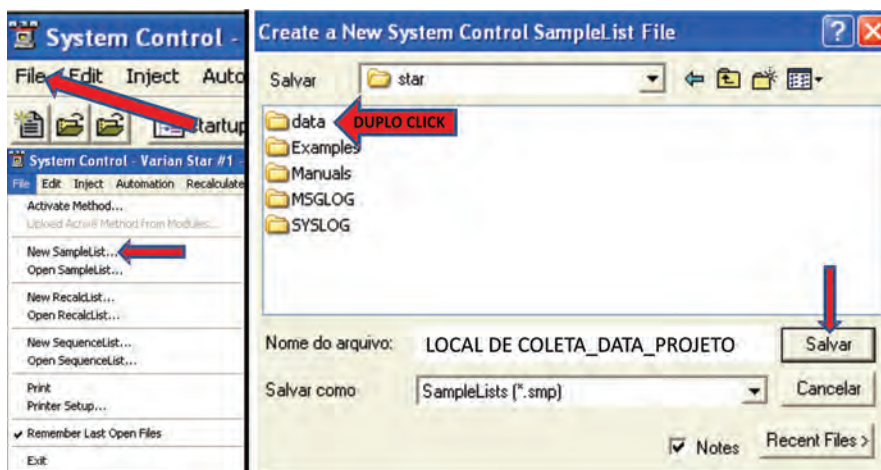

Figura 12. Comandos para criação da planilha de amostras a serem analisadas.
- **Criar planilha e pasta de amostras a serem analisadas:** *System Control File* → *Activate Method* → *New Samplelist* → *Create A New System Control Samplelist File* → *Star* → Abrir a pasta *Data* → Inserir o nome da planilha com dados do local e data [extensão (*.SMP)] e *Salvar* (Figura 12). Aparecerá na tela a *Generic Samplelist*⁴ e criar pasta → *Data Files* → *Data Files Generation* → *New Folder* (Inserir o mesmo nome criado para a planilha *.SMP) → *Create A New Folder in the Selected Directory* → OK → verificar o nome da planilha para confirmar o procedimento e OK (Figura 13).